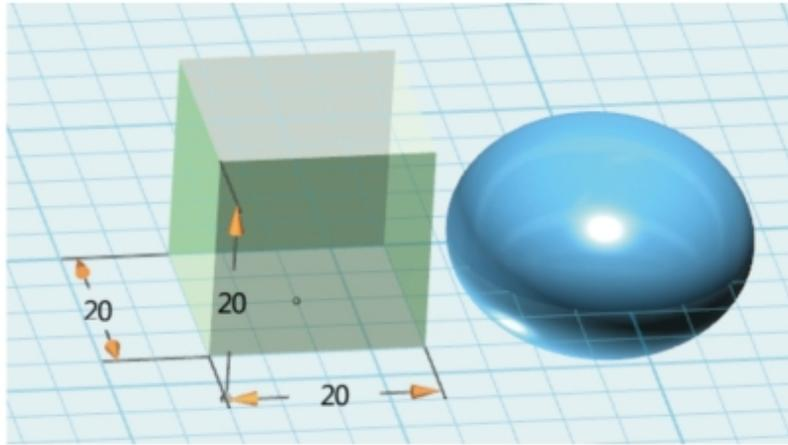

图7-5-3 绘制六面体
②单击“基本实体”→“六面体”，放置在椭球体旁边，高度比椭球体稍微高一点，作为辅助参考体，如图7-5-3所示。